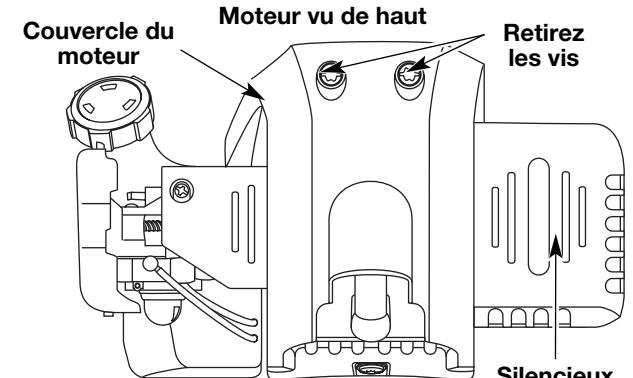

**Fig. 32**
La vitesse de ralenti du moteur est réglable à l'aide d'une vis de réglage accessible par un trou situé sur le dessus du couvercle du moteur (Fig. 32).
2. Relâchez le levier d'accélérateur et laissez le moteur au ralenti. Si le moteur s'arrête, insérez un petit tournevis à embout cruciforme ou à tête plate dans le trou du couvercle du moteur (Fig. 32). Vissez la vis de réglage du ralenti de 1/8 de tour à la fois (selon le besoin) jusqu'à ce que le moteur tourne au ralenti.